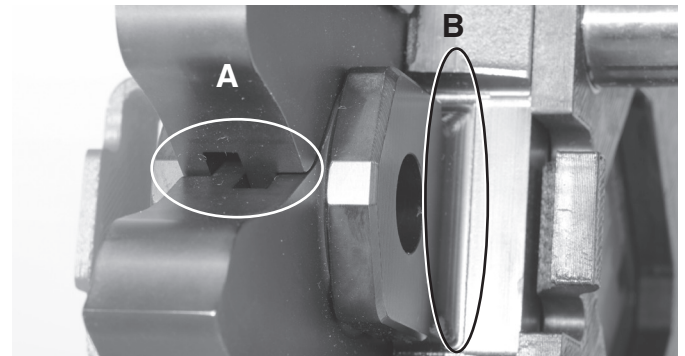

Figura 2B – Aree da ispezionare per eventuale danni ai bracci (A) o alle piastrine di montaggio (B)
- Danni alle piastrine di montaggio o nell'area di fissaggio del braccio (Vedere figura 2B).